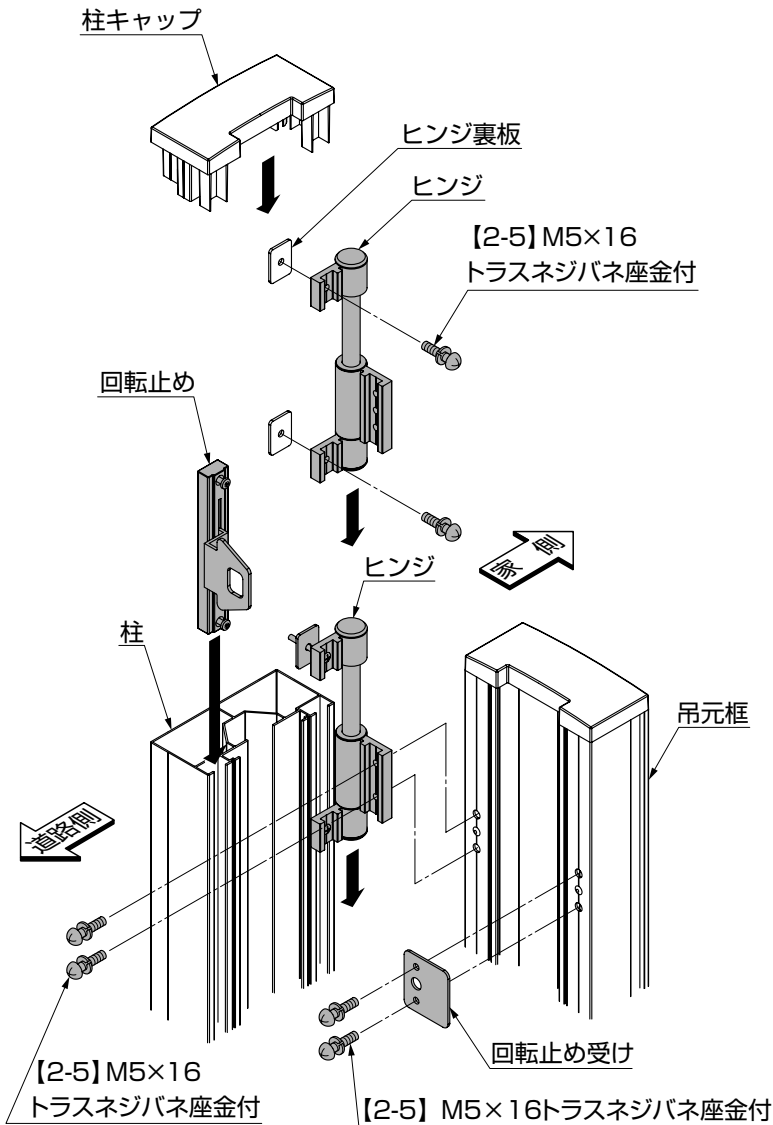

図4-1
- ①柱の家側のスリット部分にヒンジを2個挿入後、ヒンジを吊元框に固定してください。(図4-1参照)
- ②柱の上端と框の上端を合わせて柱に【2-5】で固定してください。(図4-1参照)
- ③回転止め受けを吊元框の道路側に取り付けてください。(図4-1参照)
- ④回転止めを柱の道路側スリットに挿入してください。(図4-1参照)
- ⑥柱キャップを組込んでください。(図4-1参照)